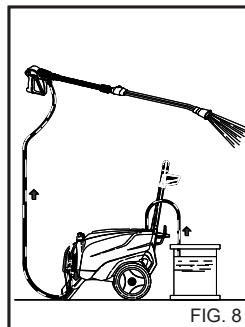

FIG. 8
Nach Benutzung eines Reinigungsmittels muß der Absaugzyklus mit sauberem Wasser nachgespült werden. (fig. 8).
- 1) Nach einem Waschvorgang mit Reinigungsmittel den Absaugzyklus nachspülen; das Absaugrohr (Fig.8) in einen Kanister mit sauberem Wasser stecken und die Pumpe bei völlig geöffnetem Dosierungshahn und bei Lanze in Reinigungsmittel-Abgabeposition eine Minute lang laufen lassen.
4) Nach einem Waschvorgang mit Reinigungsmittel den Absaugzyklus nachspülen; das Absaugrohr (fig.8) in einen Kanister mit sauberem Wasser stecken und die Pumpe bei völlig geöffnetem Dosierungshahn und bei Lanze in Reinigungsmittel-Abgabeposition eine Minute lang laufen lassen.